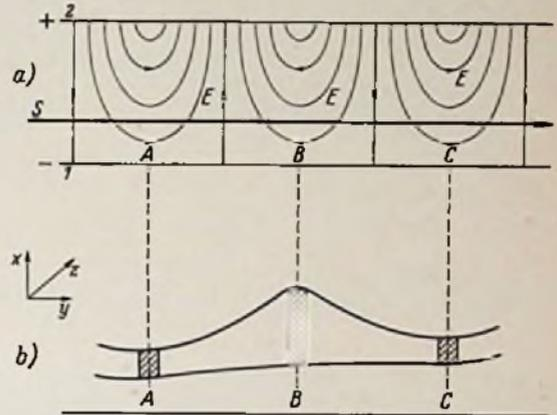

Bild 22. Schematische Darstellung der Elektronenbewegung in einer Wanderfeld-Magnetfeldröhre (nach Proceedings, Mai 1950; siehe Schrifttum)
b) Wirkungsweise (Bild 22)
- des von der Verzögerungsleitung erzeugten Hf-Feldes (Feldlinien in Bild 22 eingezeichnet).